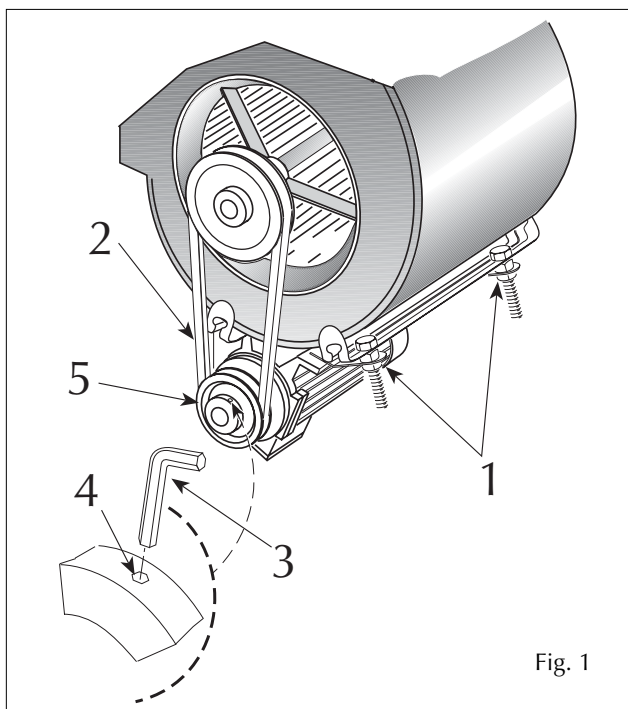

Fig. 1
- allentare i dadi (1) che fissano il motore al relativo supporto (fig. 1);
- togliere la cinghia di trasmissione (2);
- allentare il fermo (4) con una chiave prismatica (3) e ruotare la parte mobile della puleggia (5) in modo da ottenere il diametro desiderato;
- stringere il fermo (4);
- remove the nuts (1) which hold the motor to its mounting (fig. 1);
- remove the drive belt (2);
- loosen the lock (4) by means of a wrench (3) and turn the mobile part of the pulley (5) to obtain the required diameter;
- fasten back the lock (4);